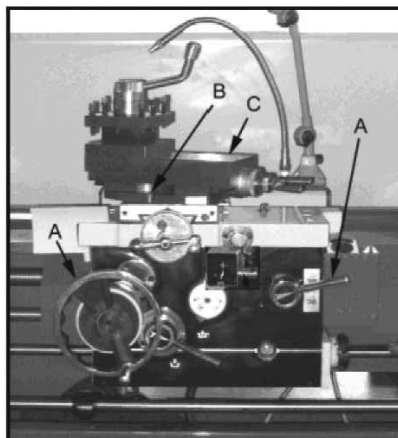

Fig. 18
4. Ställ reglaget (D, fig. 18) i rätt läge (neutralläget).
5. Kugga in halvmutterreglaget (A, fig. 18).
Support. Supporten (C, fig. 18) är monterad på tvärlidens topp och kan vridas 360°. Under skyddet sitter en kalibreringsskala (B, fig. 18) för att ställa in supporten i önskad vinkel.